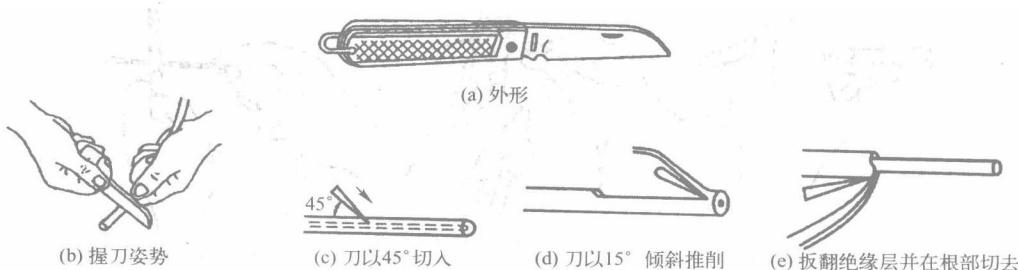

图 1.6 电工刀的外形及使用
电工刀是用做剖削或切割电工器材的常用工具, 其外形和使用方法如图 1.6 所示。
(1) 其刀柄没有绝缘保护, 所以不能接触带电体操作。
(2) 应将刀口向外进行剖削(如图 1.6(b)所示)。
(3) 可在刀口的单面上磨出呈圆弧状的刀刃。在剖削导线的绝缘层时, 应先以约 45° 的角度切入(如图 1.6(c)所示), 然后在贴近金属线芯时再用其圆弧状刀面以约 15° 角度贴在导线上剖削(如图 1.6(d)所示), 这样就不容易损伤线芯。
(4) 不能将刀刃和刀尖作旋具或凿、撬使用, 以免损坏。
(5) 使用完毕应将刀身折入刀柄内。